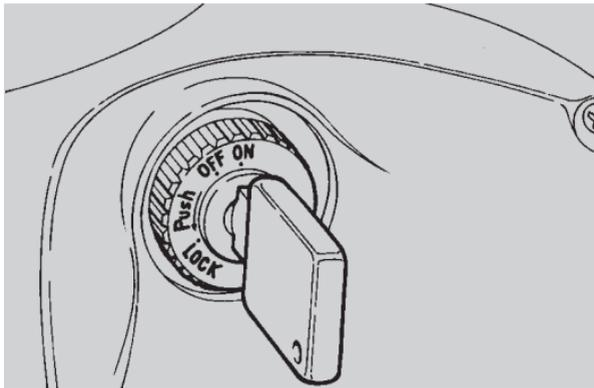

Abb. 23
- ◆ Stellen Sie den Zündschalter auf "ON" (Abb. 23).